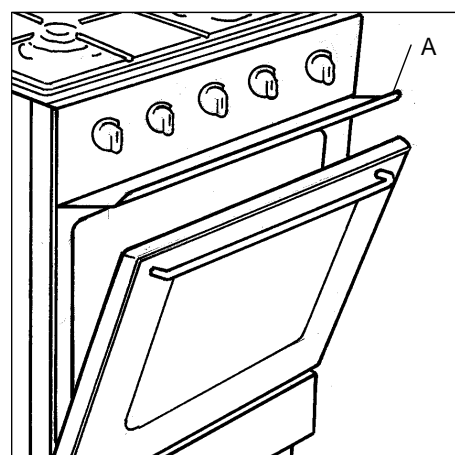

fig. 4
1. Ouvrez la porte du four et mettez le déflecteur « A » en place (fig. 4).